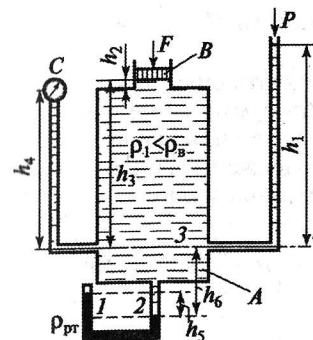

Рис. 3.27
**Задача 3.27.** Резервуар  $A$  наполнен жидкостью плотностью  $\rho_{ж}$  (рис. 3.27). Внутри крышки-цилиндра  $B$  диаметром  $d = 10$  см имеется поршень, на который действует сила  $F$ . Жидкость находится в равновесии и расположена на высоте  $h_2$  от крышки-цилиндра. По показаниям ртутного манометра  $h_5 = 0,08$  м и зная высоты  $h_2 = 0,25$  м,  $h_3 = 0,4$  м,  $h_4 = 0,7$  м,  $h_5 = 0,08$  м и  $h_6 = 0,15$  м, определить: 1) показание пьезометра  $h_1$ ; 2) показание манометра  $C$ ; 3) силу  $F$ , действующую на поршень; 4) абсолютное давление жидкости под поршнем  $p_{абс}$ , если  $p_{атм} = 10^5$  Па;  $\rho_{ж} = 900$  кг/м3;  $\rho_{рт} = 13\,600$  кг/м3;  $d = 10$  см.